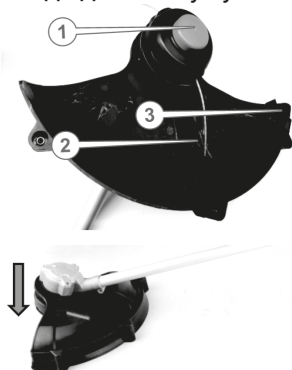

Рисунок 18. Схема перевірки механізму подачі жилки.
2. Перевірити подачу жилки (2, рис. 18), для чого – притиснути різальну головку (1, рис. 18) до землі під час роботи інструменту. Після подачі зайва жилки має бути автоматично обрізана нерухомим ножом (3, рис. 18) захисного кожуха до потрібної довжини.